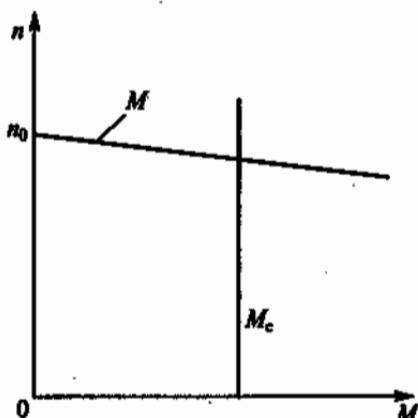

Рис. 259
11.20. На рис. 259 приведены механические характеристики электродвигателя (M) и рабочего механизма (M_c). При каком условии двигатель работает после окончания пуска в установленвшемся режиме?